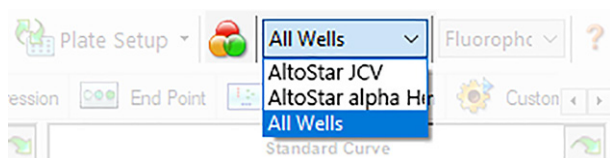

Figura 4: Pulsante Well Group (Gruppo pozzetto) e menu a discesa Well Group (Gruppo pozzetto)
Nella finestra Data Analysis (Analisi dei dati) assicurarsi di selezionare il **Well Group** (Gruppo pozzetto) del kit AltoStar® JCV PCR Kit 1.5. Quindi, fare clic sul menu a discesa **Well Group** (Gruppo pozzetto) vicino al pulsante **Well Group** (Gruppo pozzetto) (vedere figura 4) della barra degli strumenti. Non usare il **Well Group** (Gruppo pozzetto) "All Wells" ("Tutti i pozzetti"). La selezione nella figura 4 è riportata unicamente a titolo di esempio generico.
1. Nella finestra Data Analysis (Analisi dei dati) assicurarsi di selezionare il **Well Group** (Gruppo pozzetto) del kit AltoStar® JCV PCR Kit 1.5. Quindi, fare clic sul menu a discesa **Well Group** (Gruppo pozzetto) vicino al pulsante **Well Group** (Gruppo pozzetto) (vedere figura 4) della barra degli strumenti.